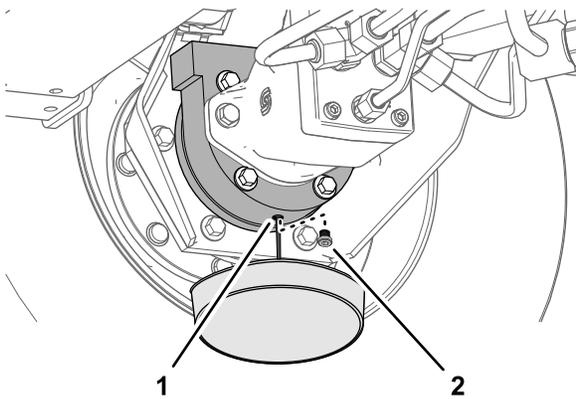

Figura 68
6. Coloque o recipiente de escoamento por baixo da estrutura do travão, retire o tampão e deixe o óleo escorrer completamente (Figura 68).